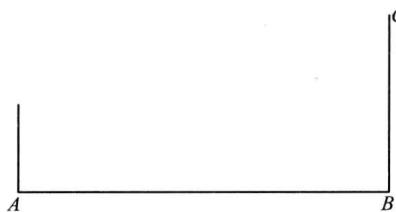

图 1-8 画一横两竖三条线图
- ① 准备铅笔、A4 纸等绘图工具材料。
- ② 画一横两竖三条线。其中，AB 与 BC 为已知线，按尺寸画出，左侧竖线上端点未知，暂不确定具体位置，如图 1-8 所示。